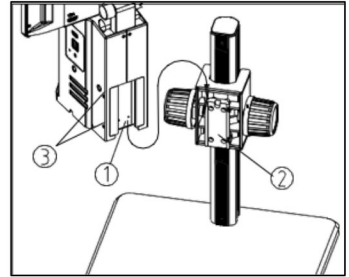

Abb.1
- Setzen Sie die Schwalbenschwanzführung (1) des Mikroskopkörpers in den Schwalbenschwanz (2) von oben nach unten, wie in der Abbildung gezeigt, ein.
- Befestigen Sie die Schraube am Mikroskopkörper einem M4-Innensechskantschlüssel (Schenkel­länge 2mm). (Siehe Abb.1)